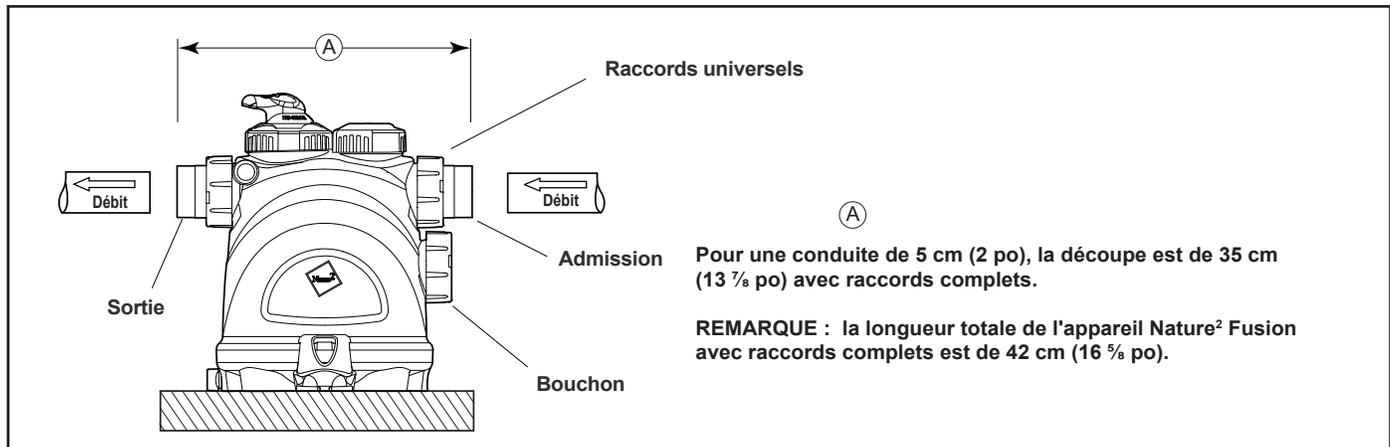

Figure 4. Découpage du conduit
3. Découper une section du tuyau de 35 cm (13 7/8 po) de 5 cm (ou 2 po) de diamètre pour insérer l'appareil (voir la Figure 4).